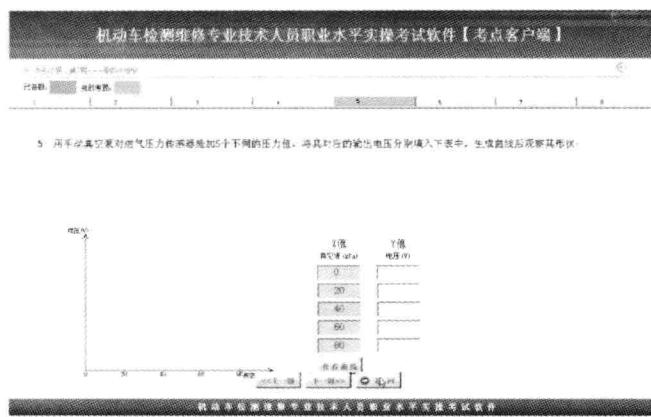

图1-19 考试答题界面
(6) 答题。考生选择其中的一道试题，点击“答题”按钮或双击选中的试题，进入考试答题界面，如图1-19所示。